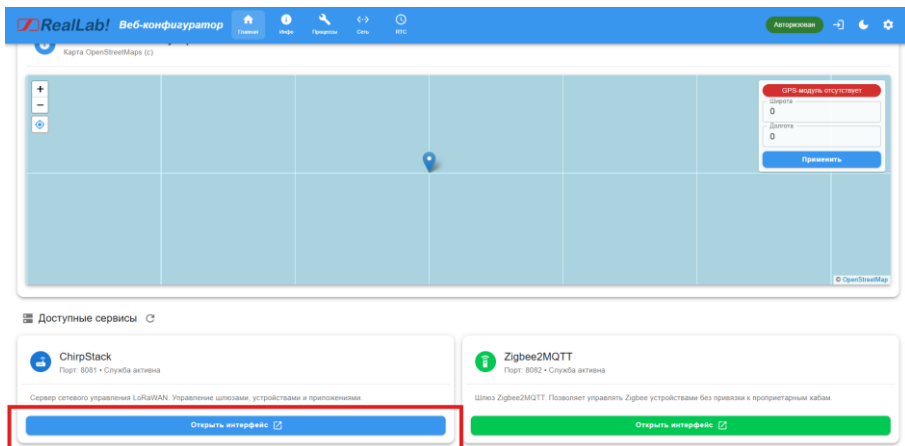

Рис. 3.43. Раздел «Главная» веб-конфигуратора
2. В разделе «Главная» откройте веб-интерфейс службы ChirpStack (рис. 3.43).